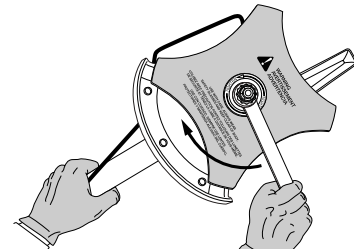

Fig. 14
2. Maintenez la tige de blocage en place en la saisissant près du bras de l'appareil (Fig. 14).
3. Tenez la tige de blocage et desserrez l'écrou de la lame en le tournant à droite avec une clé fermée ou à douille de 5/8 pouce (Fig. 14).